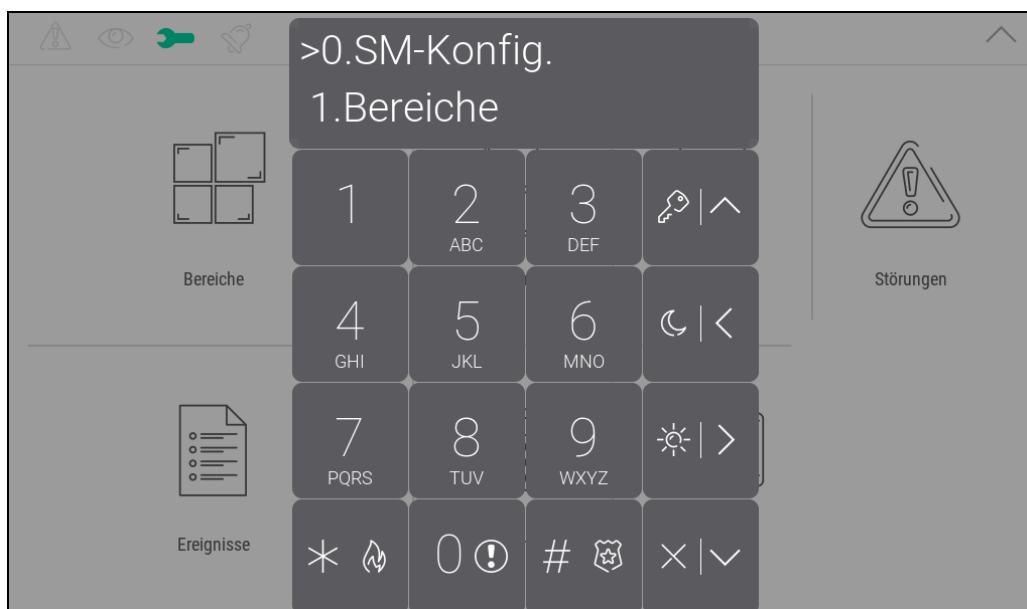

Abb. 11. Tastaturfeld mit angezeigtem Servicemenü.
6. Tippen Sie nacheinander auf   . Es wird das Servicemenü angezeigt (Abb. 11).